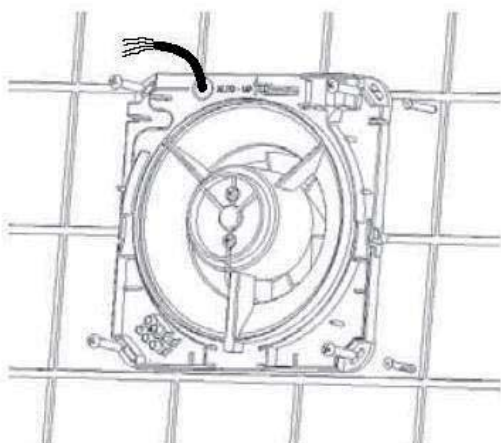

Abbildung 10
3. Bringen Sie den Motorträger mit Schrauben und Dübeln an der Austrittsöffnung an (Abbildung 10).